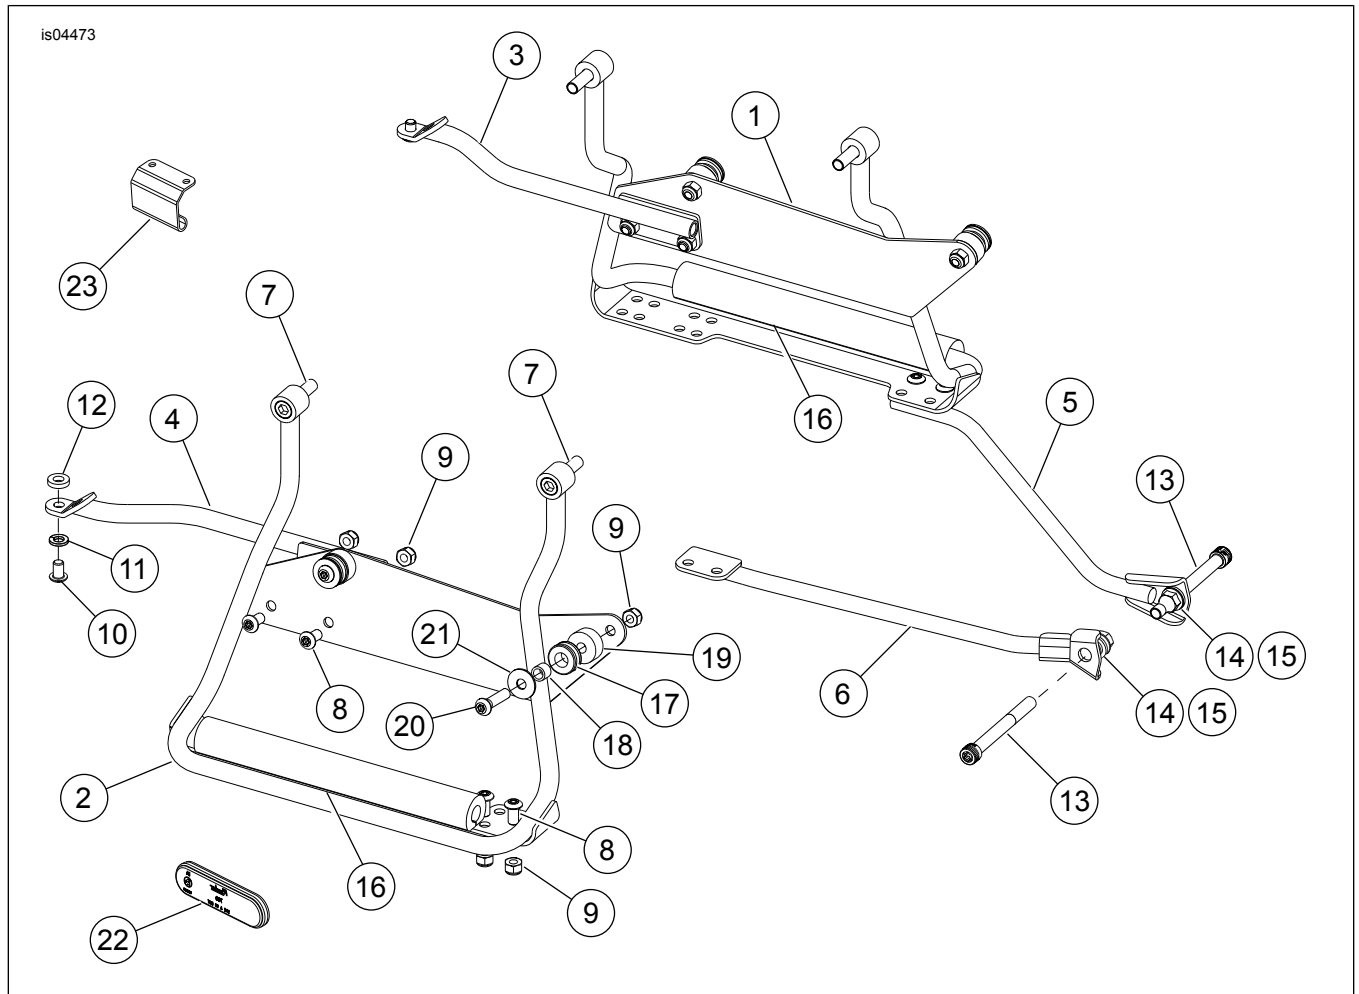

Abbildung 19. Ersatzteile: Satteltaschenhalterungssatz (90227-06A) und Befestigungsteilesatz (90052-03A)
1. Siehe Abbildung 19. Die zwei Schrauben (8) durch die Aufhängehalterungen der Satteltasche (1, 2) und in der vorderen Stützhalterung (5, 6) einbauen. Mit den Muttern (9) befestigen. Die Muttern auf ein Drehmoment von 13,1 N·m (10 ft·lb) anziehen.
2. Die Muttern (15) auf der vorderen Stützhalterung (3) auf ein Drehmoment von 34–41 N·m (25–30 ft·lb) anziehen.
3. Die Gummiisolierung (16) mit der „flachen“ Seite nach unten über den Aufhängehalterungen der Satteltasche (1, 2) anbringen.
4. Siehe Abbildung 19. Schraube (20) und Unterlegscheibe (21) von der seitlichen Satteltasche durch das Distanzstück (19) einbauen. Nun die Mutter (9) aufsetzen und von Hand anziehen.
6. Siehe Abbildung 19. Das Scharnier (23) unter die Gummidichtung schieben, und eine Scharnierhälfte mit den zuvor ausgebauten Schrauben (Abbildung 18, Teil 2) am Satteltaschendeckel befestigen. Die Schrauben sicher anziehen.